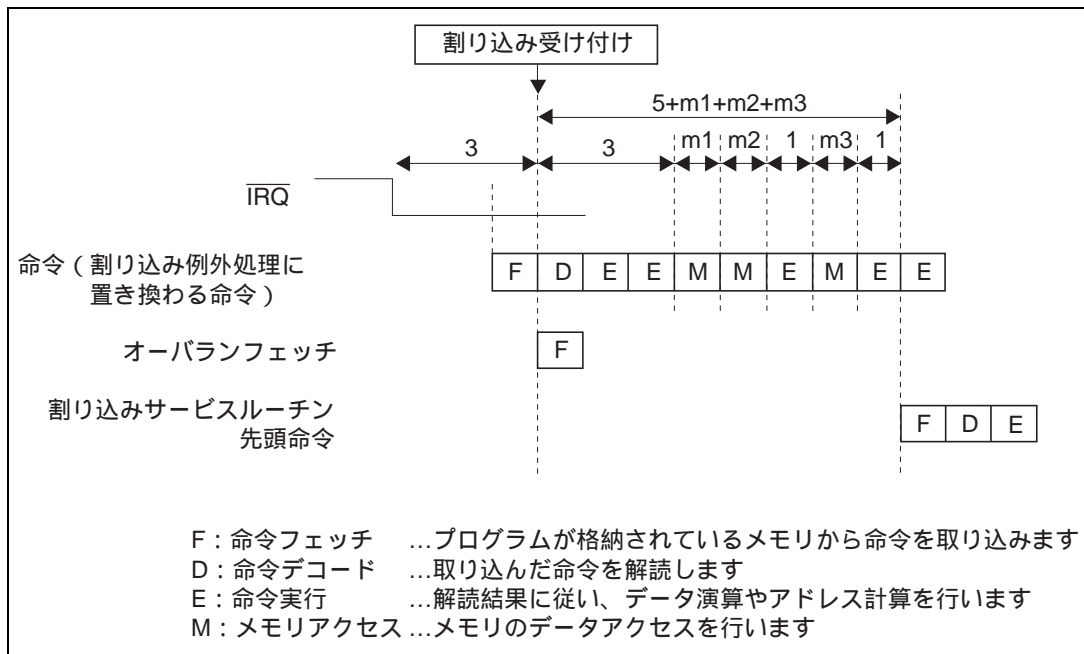

図 6.5 IRQ 割り込みを受け付けるときのパイプライン動作例
- (1) 割り込みコントローラに対して、各割り込み要求元から割り込み要求信号が送られます。
- (2) 割り込みコントローラでは、送られた割り込み要求の中から、割り込み優先レベル設定レジスタ A ~ H (IPRA ~ IPRH) に従って最も優先順位の高い割り込みが選択され、それより優先順位の低い割り込みは無視*されます。このとき、同一優先順位に設定された割り込み、または同一モジュール内の割り込みが複数発生した場合は、表 6.3 に示す「デフォルト優先順位」と「IPR 設定単位内の優先順位」に従って、最も優先順位の高い割り込みが選択されます。
- (3) 割り込みコントローラで選択された割り込みの優先レベルと CPU のステータスレジスタ (SR) の割り込みマスクビット (I3 ~ I0) とが比較されます。I3 ~ I0 ビットに設定されているレベルと同じか低い優先レベルの割り込みは無視されます。I3 ~ I0 ビットのレベルより高い優先レベルの割り込みだけが受け付けられ、CPU へ割り込み要求信号が送られます。
- (4) 割り込みコントローラが割り込みを受け付けると、 $\overline{\text{IRQOUT}}$ 端子からローレベルが出力されます。
- (5) 割り込みコントローラから送られた割り込み要求は、CPU が実行しようとしている命令のデコード時に検出され、その命令の実行が割り込み例外処理に置き換えられます(図 6.5 参照)。
- (6) SR とプログラムカウンタ (PC) がスタックに退避されます。
- (7) SR の I3 ~ I0 ビットに、受け付けられた割り込みの優先レベルが書き込まれます。
- (8) 受け付けられた割り込みがレベルセンスまたは内蔵周辺モジュールからの割り込みだった場合、 $\overline{\text{IRQOUT}}$ 端子からハイレベルが出力されます。なお、受け付けた割り込みがエッジセンスだった場合は、(5) で CPU が実行しようとしていた命令を割り込み例外処理に置き換えた時点で $\overline{\text{IRQOUT}}$ 端子からハイレベルが出力されます。ただし、割り込みコントローラが受け付け中の割り込みよりレベルの高い他の割り込みを受け付けているときは、 $\overline{\text{IRQOUT}}$ 端子はローレベルのままです。
- (9) 受け付けられた割り込みに対応する例外処理ベクタテーブルから、例外サービスルーチン開始アドレスが取り出され、そのアドレスにジャンプして、プログラムの実行が開始されます。このときのジャンプは遅延分岐ではありません。
割り込み要求が発生してから、割り込み例外処理が行われ、例外サービスルーチンの先頭命令のフェッチが開始されるまでの時間（割り込み応答時間）を表 6.5 に示します。また、IRQ 割り込みを受け付けるときのパイプライン動作例を図 6.5 に示します。